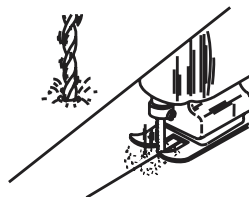

图 3
- 用一个13 mm的钻头，在切割口内侧钻一个导孔。(图3)